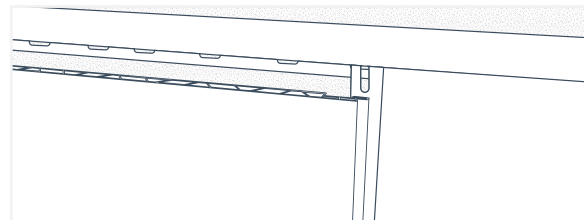
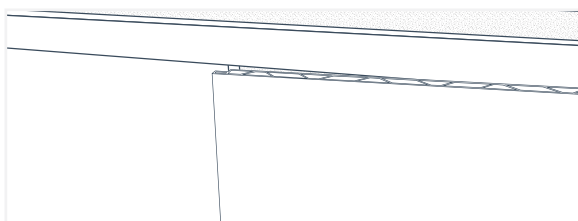

Fig. 47
Fig. 48
9. Inserte primero el extremo de la lengüeta del panel de reemplazo y, si es necesario, use una espátula para abrir las molduras adyacentes (Fig. 47). Luego, simplemente coloque el extremo de la ranura del panel de reemplazo sobre la lengüeta (con el cordón de silicona) del panel adyacente (Fig. 48).